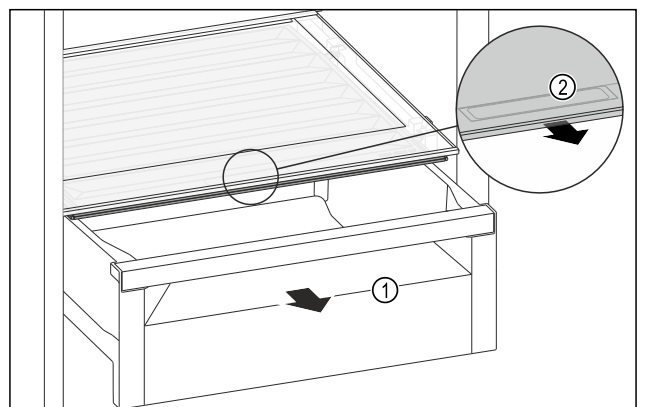

Fig. 116
- ▶ Vytiahnite zásuvku Fig. 116 (1).
- ▶ Uchopte priehlbnu na rukoväť Fig. 116 (2) na veko zásuvky a súčasne ťahajte veko zásuvky dopredu.